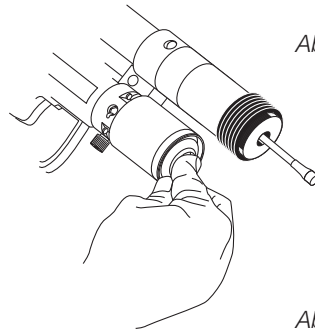

Abb. 6
3. Auf den Gummibalg drücken, damit die Luft aus der Entlüftung entweichen kann. Nach dem die Luft vollständig herausgelassen wurde und das Öl herauszufließen beginnt (Abb. 6), die Entlüftung mit dem Inbusschlüssel wieder verschließen.
4. Den Verschlussdeckel (I) wieder aufschrauben. Falls notwendig, den Vorgang wiederholen.